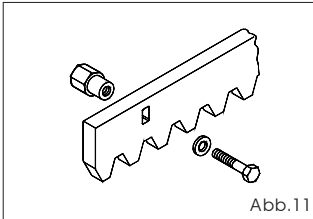

Abb.11
**5.4.1. Zahnstange aus Stahl zum Anschweißen (Abb. 11)**